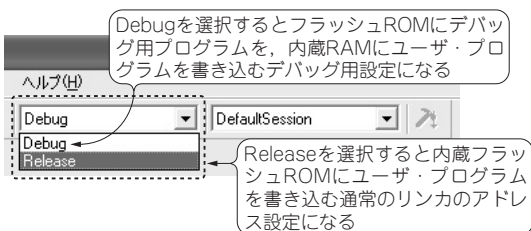

図4 Releaseコンフィギュレーションの設定
- (2) 自律動作のコンフィギュレーション Releaseを選択します(図4)。